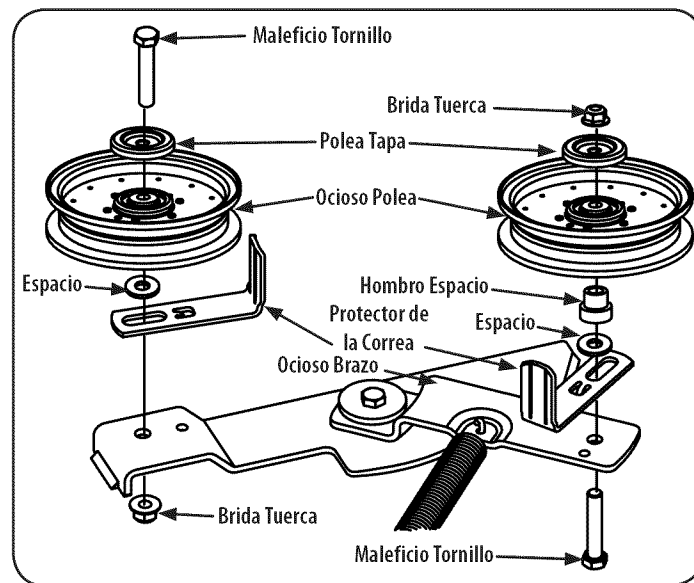

Figura 34
- Coloque la correa alrededor de las poleas locas que quitó en el paso 3 con el lado "V" hacia adentro. Una vez en su lugar, vuelva a instalar todo el hardware y apriete la tuerca de seguridad con brida para fijar el conjunto. Ver Figura 34.
- Coloque la correa como se muestra en la Figura 34 y vuelva a instalar la cubierta (consulte Instalación de la plataforma).